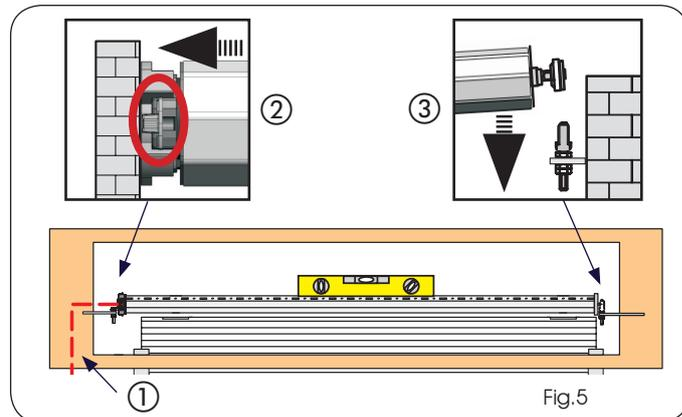

Fig.5
- 5) Monter le support du moteur précédemment choisi, du côté de la disposition électrique (Fig. 5 réf. ①).
- 6) Introduire le rouleau motorisé dans le support du moteur (Fig. 5 réf. ②) et sur le support de la calotte (Fig. 5 réf. ③).